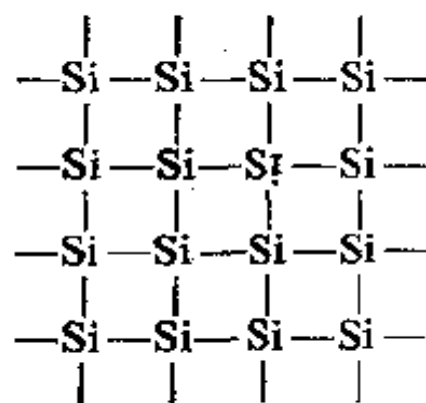

图 4-1 晶体硅结构的平面示意图
晶体硅是无色到棕色有金属光泽、硬而脆的固体(表 4-2)。硅原子最外电子层的结构是 $3s^2 3p^2$, 有 4 个价电子。晶体硅的结构与金刚石结构相似, 每个硅原子跟另外 4 个硅原子形成 4 个共价键, 成为正四面体结构。这种结构跟金刚石结构相似, 也是一种网状的原子晶体(图 4-1)①。这样就决定了硅的硬度较大, 熔点和沸点较高。但是由于硅的原子半径比碳大, 晶体硅里 Si—Si 的键长(2.35×10^{-10} 米)大于金刚石里 C—C 的键长; 而 Si—Si 的键能(42.5 千卡/摩尔)小于金刚石里 C—C 的键能。所以, 晶体硅的硬度、熔点和沸点都小于或低于金刚石。
① 图 4-1 是平面图, 晶体硅实际上是立体结构。